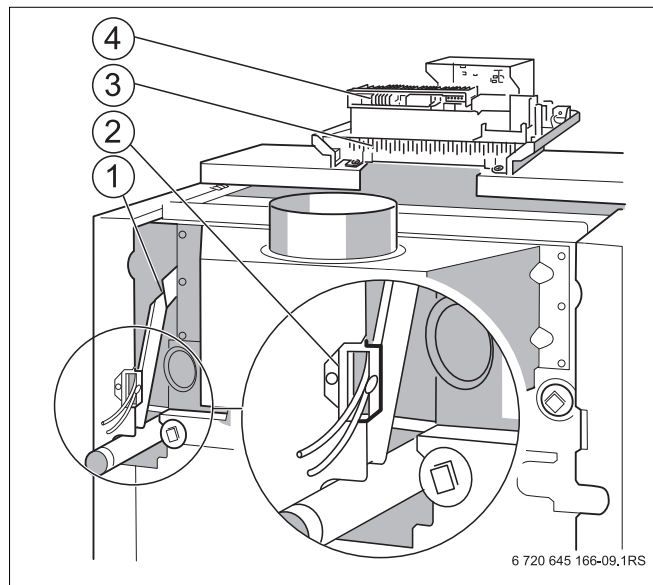

Рис. 18 Кабельный ввод и штекерные соединения, Система управления Logamatic 4000
Электрические соединительные провода заказчика и соединительный провод от системы контроля дымовых газов проведите к системе управления снизу через кабельный ввод (Рис. 18, **поз. 1**) в кабельный канал (Рис. 18, **поз. 2**).
- Выполните электрические подключения штекерных соединений (Рис. 18, **поз. 4**) системы управления в соответствии с прилагаемой электросхемой.